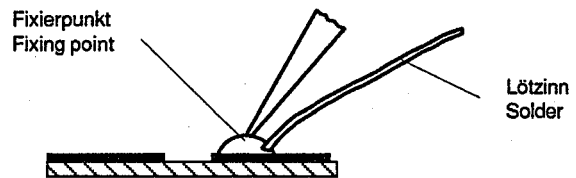

Fig. 3
3. Lötspunkt von Lötresten säubern. Lötperle anbringen (Fig. 3).
3. Remove possible residues from the soldering point. Then apply a solder bead (Fig. 3).